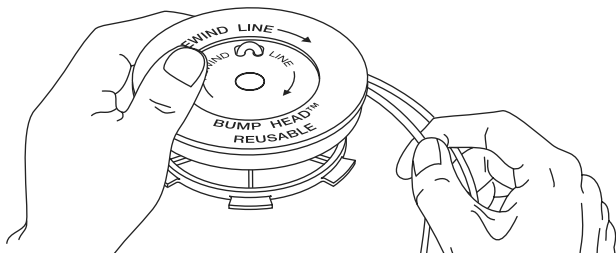

Fig. 17
7. Bobine las l'neas en capas parejas y ajustadas sobre el carrete (Fig. 17). Bobine la l'nea en la direcci—n indicada en el carrete interior. Coloque su dedo  ndice entre las dos l'neas para evitar que se superpongan. No superponga los extremos de la l'nea. Proceda al paso 11.